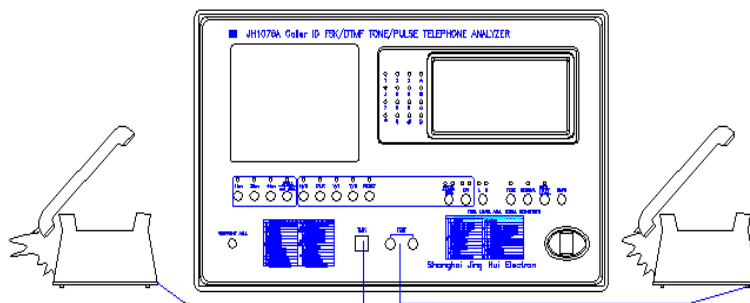

图 6-3
- (1) 对讲机连到 TALK 端口, 被测话机连到 TEST 端口, 如图 6-3。
- (2) 按下 TALK 键。
- (3) 讲和听, 表头指针指示声音强度。